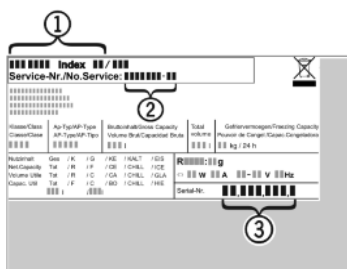

Fig. 15
- ▶ A készülék megnevezését Fig. 15 (1), a szerviz- Fig. 15 (2) és sorozatszámot Fig. 15 (3) a típustábláról olvassa le. A típustábla a készülék belsejében baloldalon található.
- ▶ Értessítse a vevőszolgálatot a hibáról, és adja meg nekik a készülék megnevezését Fig. 15 (1), a szerviz- Fig. 15 (2) és a sorozatszámot Fig. 15 (3).